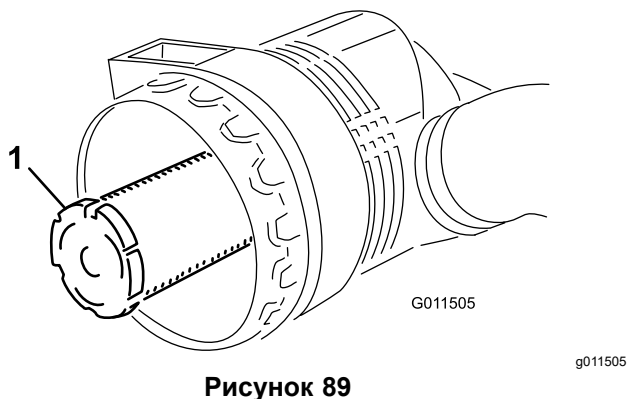

Рисунок 89
**Внимание:** Никогда не пытайтесь очистить контрольный фильтр (Рисунок 89). Заменяйте контрольный фильтр новым после каждого трех обслуживаний фильтра грубой очистки.